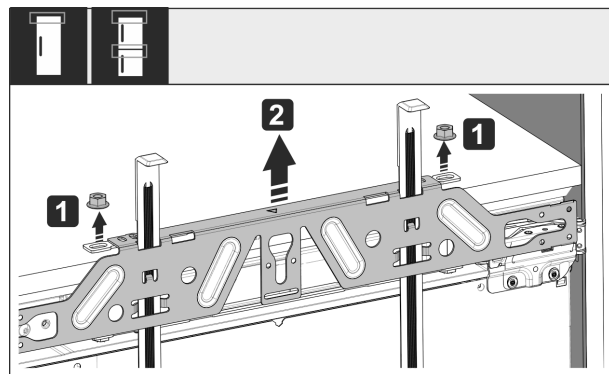

Fig. 54
- ▶ Borgmoeren Fig. 54 (1) losmaken.
- ▶ Bevestigingstraverse Fig. 54 (2) verwijderen.